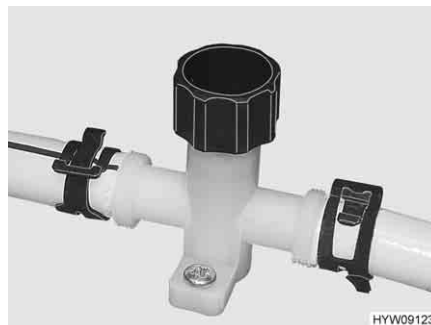

Fig. 100 Rubinetto di scarico (tubatura dell'acqua)
- Chiudere i rubinetti di scarico (Fig. 100). A tal fine, ruotare il coperchio in senso orario. L'ubicazione delle valvole di sicurezza/di scarico e dei rubinetti di scarico è riportata al paragrafo 10.6, alla fine di questo capitolo.